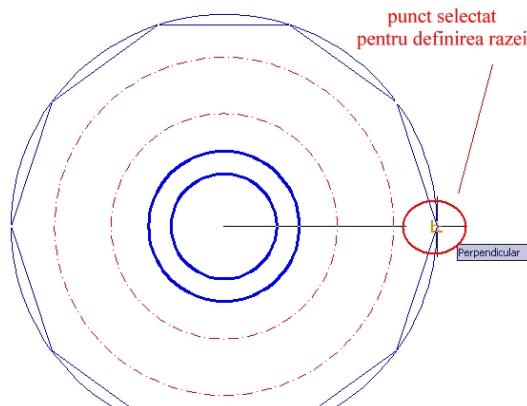
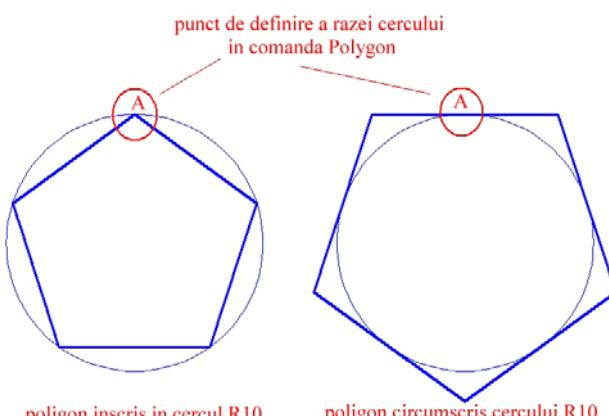

Figura 2.13.2
Figura 2.13.3
- raza cercului. Această rază se poate indica numeric sau prin selecția unui punct pe un cerc desenat în prealabil. Dacă avem un poligon înscris în cerc, punctul selectat va reprezenta un vîrf al poligonului (figura 2.13.2), iar dacă avem un poligon circumscris unui cerc, acest punct va reprezenta mijlocul unei laturi a poligonului (figura 2.13.3).